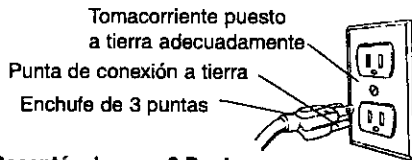

Figura 6 – Receptáculo para 3 Puntas
- Esta herramienta viene equipada con un cable especificado para 150 V y un enchufe de 3 puntas para conexión a tierra (véase la Figura 6) que lo protegen a usted de un electrochoque.
- El enchufe de conexión a tierra deberá conectarse directamente a un zócalo para 3 clavijas instalado y conectado debidamente a tierra, tal como se muestra (véase la Figura 6).